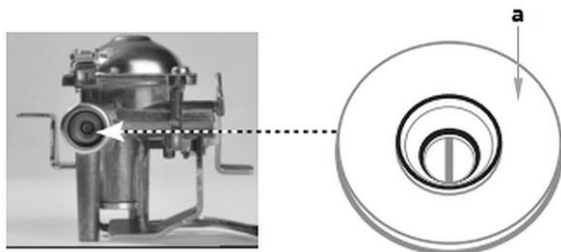

Рис. 2
- Перед присоединением газового баллона проверить уплотнение (а, рис. 2). Убедиться, что он находится на месте и находится в хорошем состоянии.